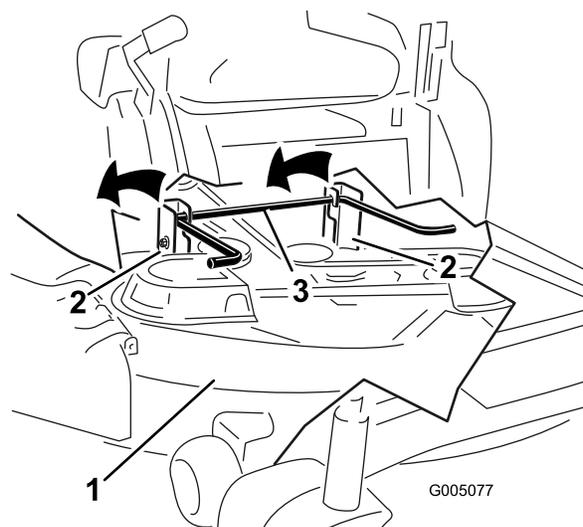

Figura 56
5. Alzate la parte posteriore del piatto di taglio e guidate i supporti di sospensione lungo l'asta di sollevamento posteriore (Figura 56).